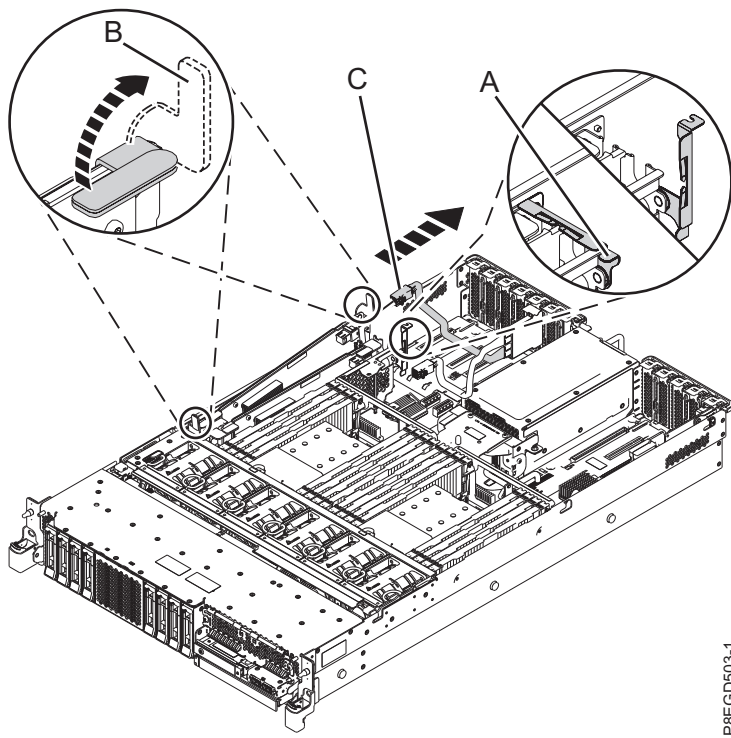

Figure 3. Déconnexion du câble SAS arrière de la carte interne SAS RAID située dans l'emplacement P1-C14
- e. Appuyez sur la poignée bleue du crochet de fixation du câble (A) de la carte interne SAS RAID située dans l'emplacement P1-C14, comme illustré à figure 3, à la page 6.
- f. Soulevez les poignées bleues (B) de la carte interne SAS RAID en suivant la direction indiquée à la figure 3, à la page 6.
- g. A l'aide des poignées bleues de la carte interne SAS RAID, soulevez la carte suffisamment pour pouvoir déconnecter le câble SAS arrière (C) de la carte interne SAS RAID. Pour plus d'informations, voir figure 3, à la page 6.